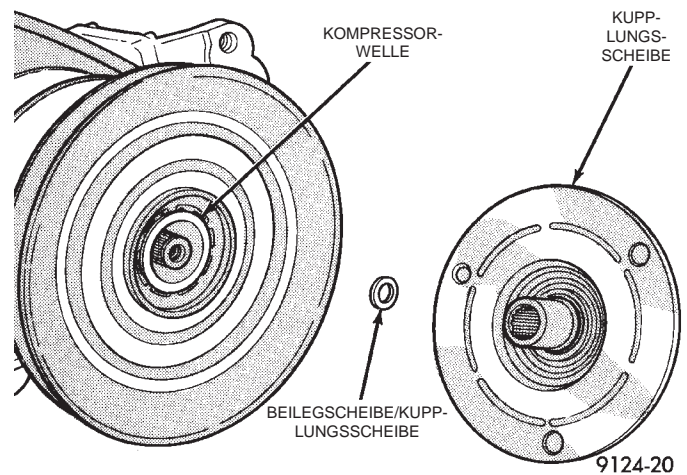

Abb. 18 Kupplungsscheibe und Beilegscheibe (n)
(2) Kupplungsscheibe mit einem Kunststoffhammer abklopfen und zusammen mit den Beilegscheiben ausbauen (Abb. 18).